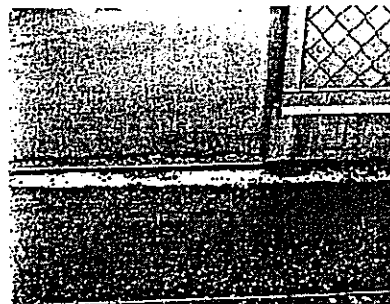

Figura 5
- prestare attenzione alla rotaia di scorrimento del cancello 2 (figura 5) lungo la stradina di accesso